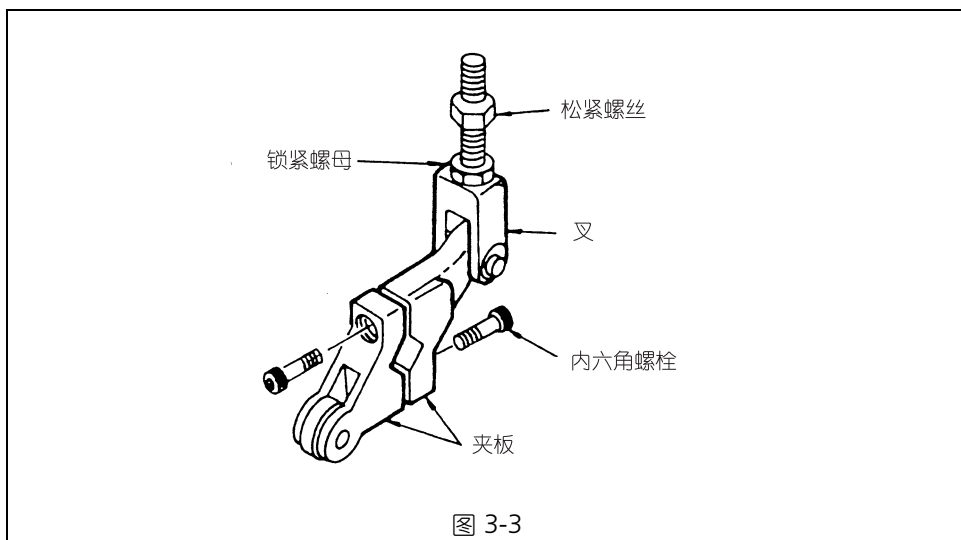

图 3-3
- (4) 松开将执行器杆接到阀杆的夹板上的内六角螺栓。（参照图 3-3）
- (5) 拆下固定阀本体和支架的 4 根螺栓，并将执行器从阀本体上分离下来。